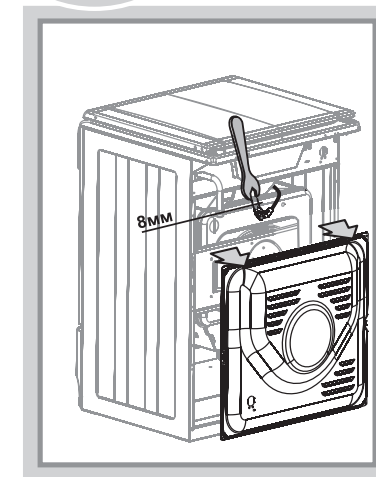

Рис.16
- при помощи ключа выкрутить и заменить сопло (рис.16).